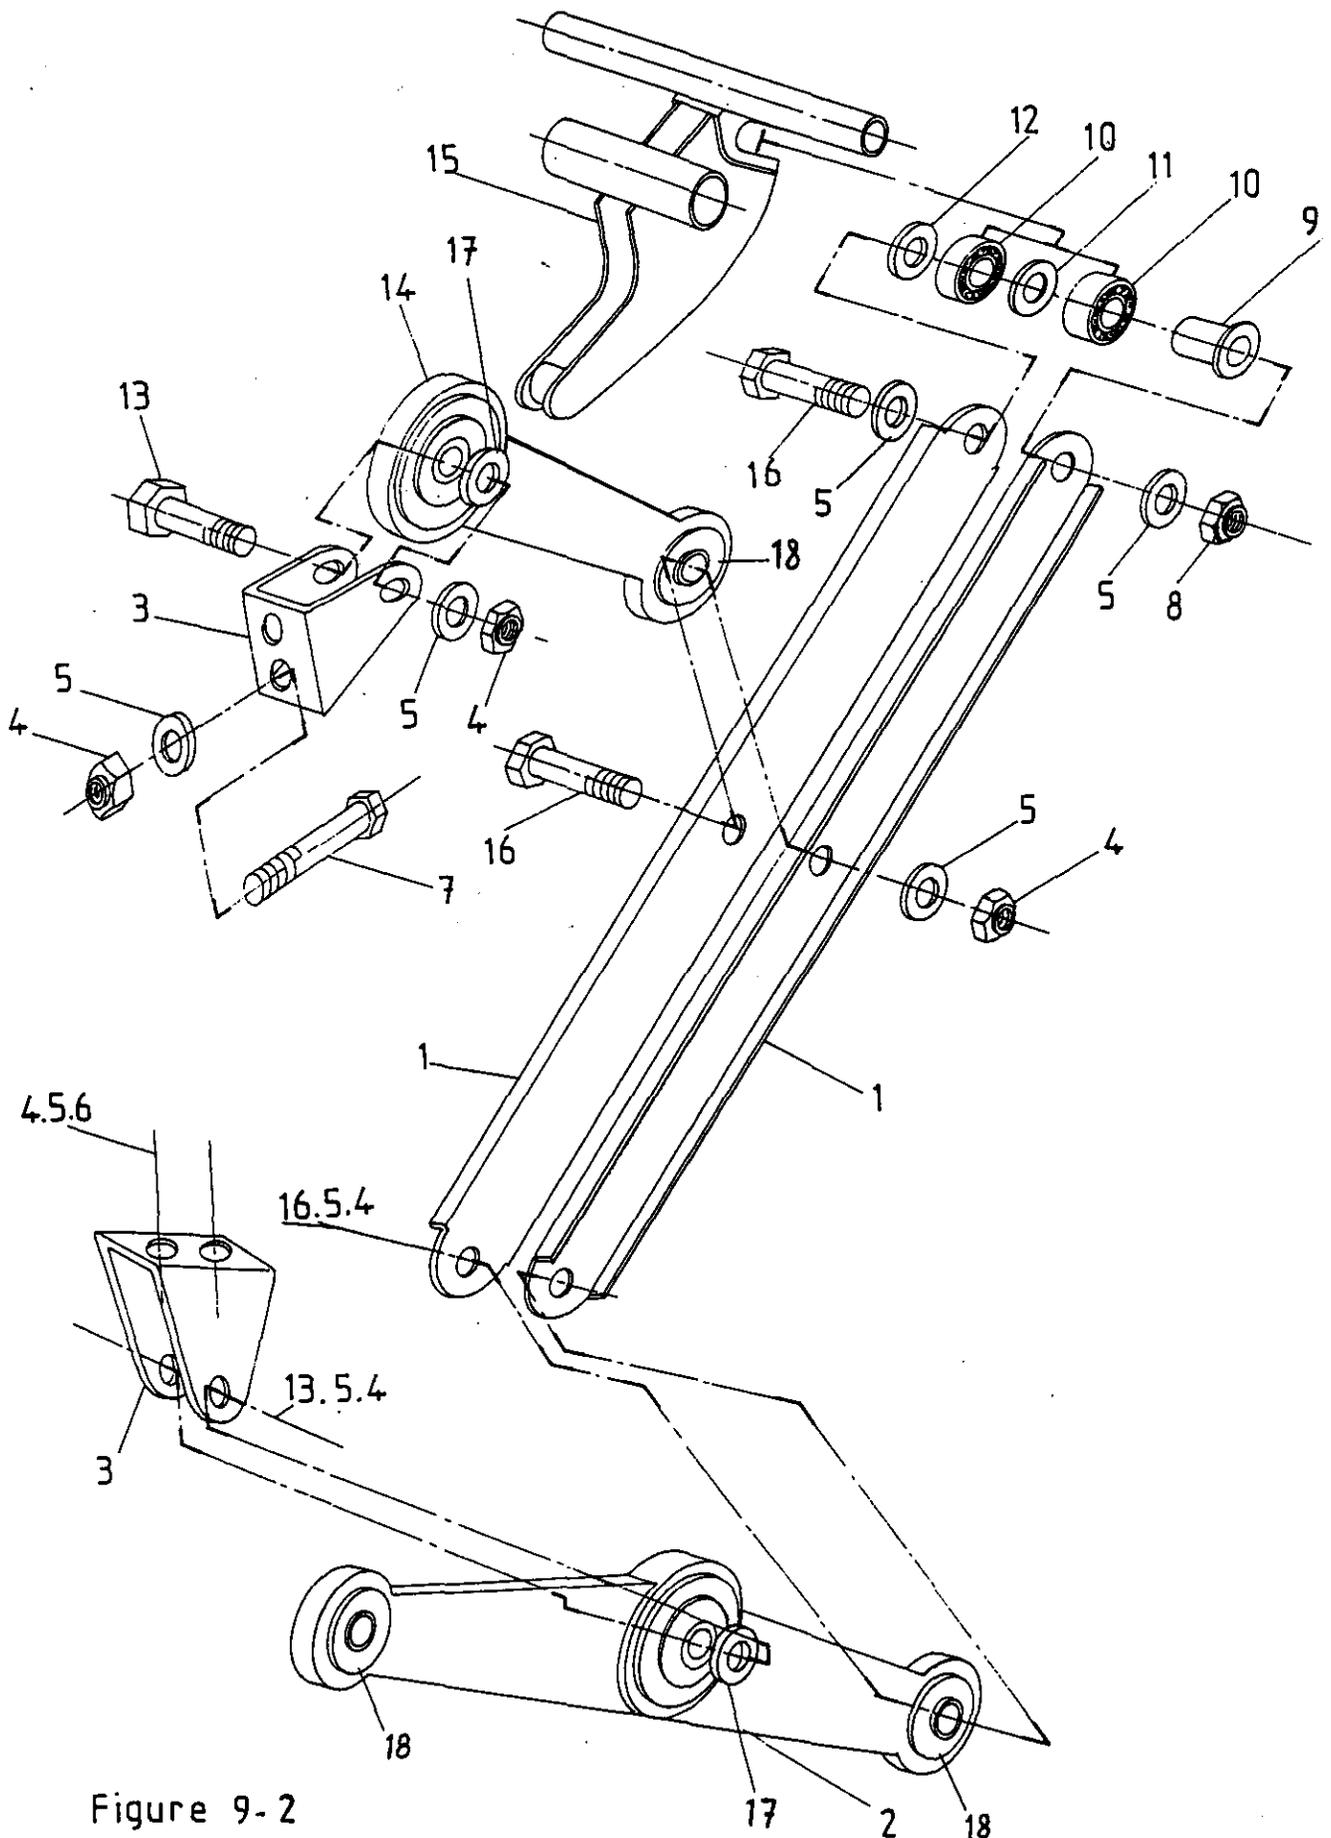

Figure 9-2
- Figure 9-2 : Commande de profondeur en haut de dérive (brancht automatique)